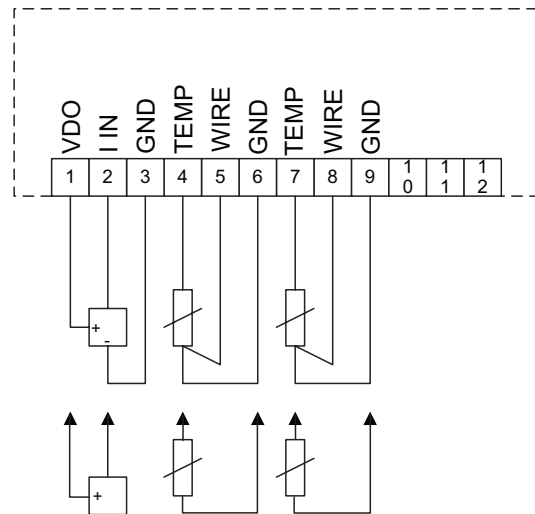

Abb. 2 Schaltplan, MCB 114
4. Die Signalkabel anschließen und die Kabel mit den beigefügten Kabelbindern befestigen. Siehe Abb. 2.